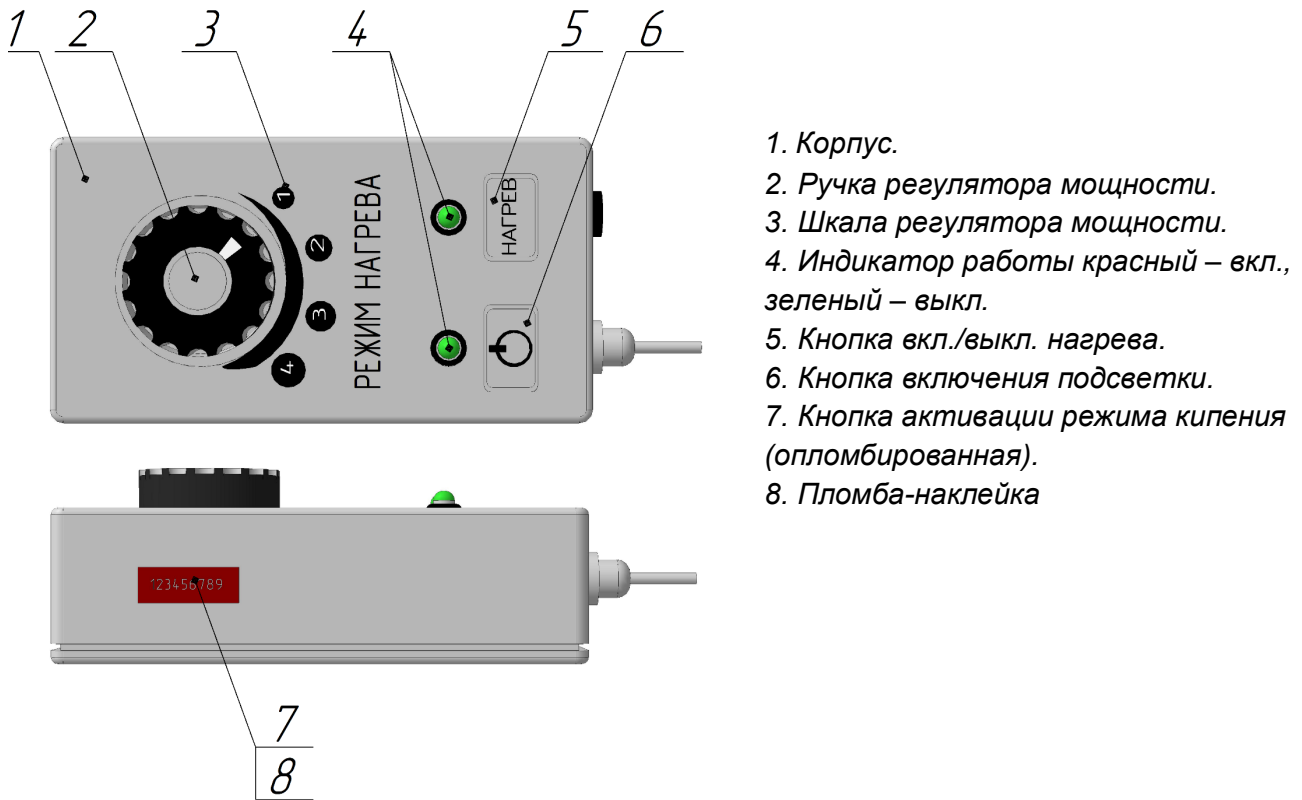

Рисунок 2– Блок управления АОК-70
Выбор режима перегонки производится при помощи блока управления, позволяющего задать четыре режима мощности нагревателя. При этом выбирается мощность, достаточная для обеспечения перегонки, но без кипения перегоняемой кислоты (рисунок 2). Блок управления соединяется с основанием системы кабелем с разъемом.
8.7 Присоединить разъем блока управления к основанию с нагревателем. Подключить блок управления к электросети и нажать кнопки выключателей  сети на вилке и на блоке управления (рисунок 2). При этом загорается лампа подсветки, а на блоке управления - зеленый индикатор сети сменит цвет с зеленого на красный.